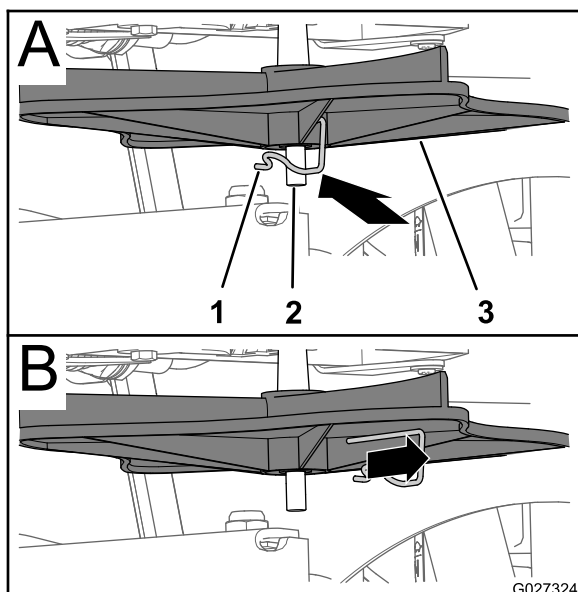
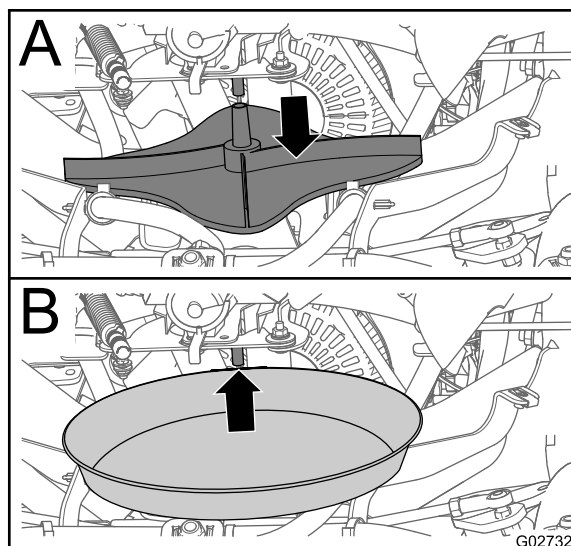

図 33
図 34
4. インペラをインペラモータのシャフトに固定している駆動ピンを抜き取り、インペラをシャフトから外す 図 33 と 図 34。
5. インペラモータのシャフトの下に浅い容器を置く 図 34。